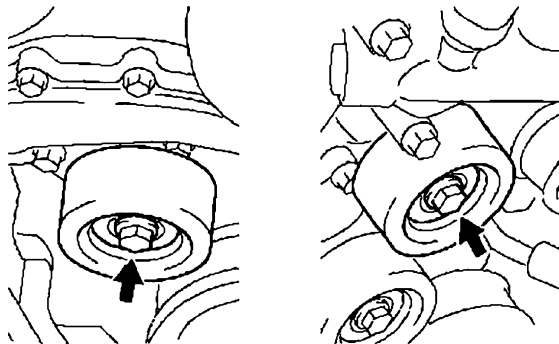

图 22-44 安装 2 号惰轮
25) 按照图 22-44 所示, 安装 2 号惰轮, 螺栓紧固力矩为 $54\text{N} \cdot \text{m}$ 。